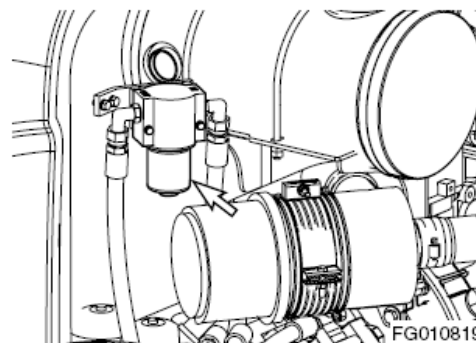

Figura 79
NOTA: Si el testigo de advertencia de obstrucción del filtro piloto (Figura 79) en el panel de instrumentos se enciende, significa que debe revisarse el filtro piloto.
3. Localice el ensamblaje del filtro del sistema piloto. Consulte Figura 79.